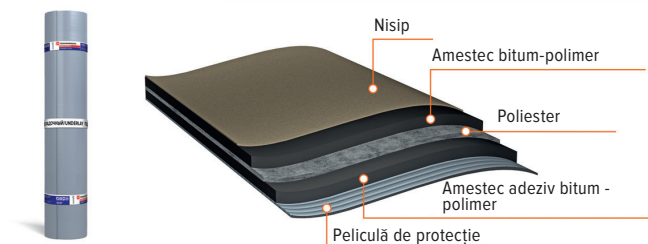

Fig. 1a
- ANDEREP ULTRA (fig.1a) material de căptușeală autoadeziv cu o bază poliesterică de înaltă rezistență și un strat de presară din nisip microgranulat pe stratul superior. Acest material robust și fiabil este proiectat pentru impermeabilizarea eficientă a acoperișurilor din șindrilă bituminoasă și a acoperișurilor cu finisaj din plăci.